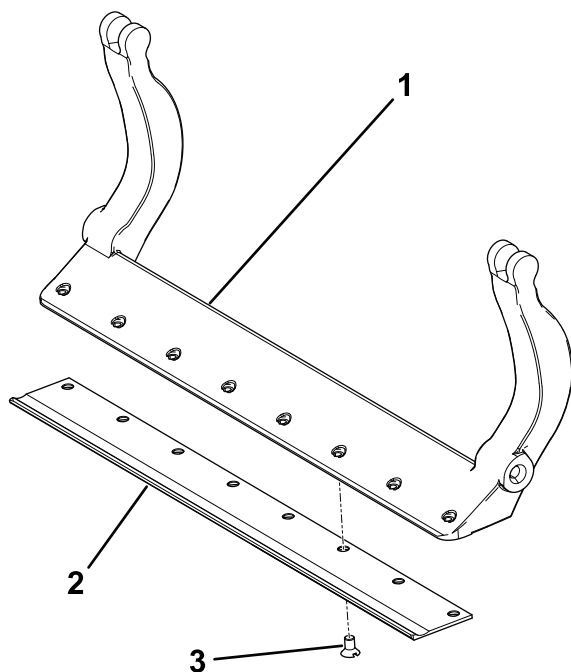

图 33
3. 如图 33 所示在螺丝上涂抹防粘剂将底刀安装到底刀架上